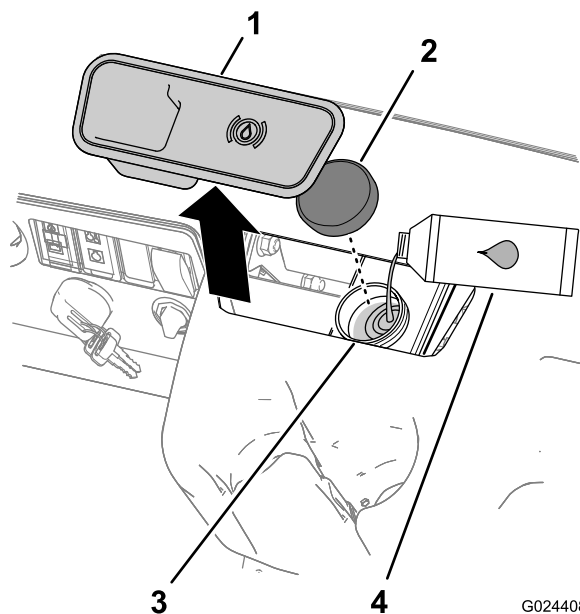

Figura 13
2. Rimuovete il tappo in gomma al centro e sopra il cruscotto per accedere al cilindro del freno principale e al serbatoio (Figura 13).
- A. Pulite l'area intorno al tappo del serbatoio e togliete il tappo (Figura 13).
- C. Montate il tappo sul serbatoio (Figura 13).